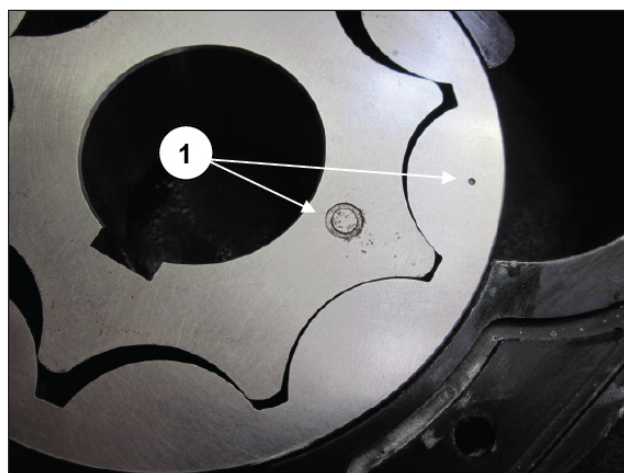

Abb. 152
Richten Sie bei der Montage der Ölpumpenrotoren die auf den zwei Teilen befindlichen Markierungen auf die selbe Seite, gemäß Abb. 152 Pos. ①.